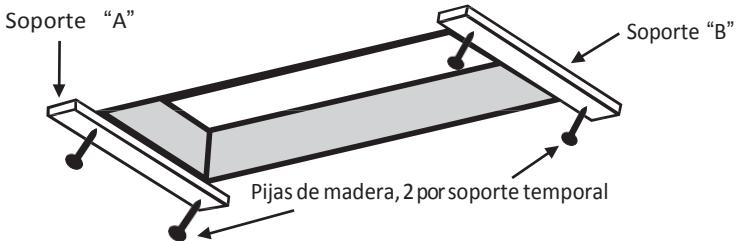

FIGURA 4
A. Añada soportes temporales "A" y "B" con piñas de 2 1/2" como se describe en seguida y como muestra en la Figura 4 y 5.